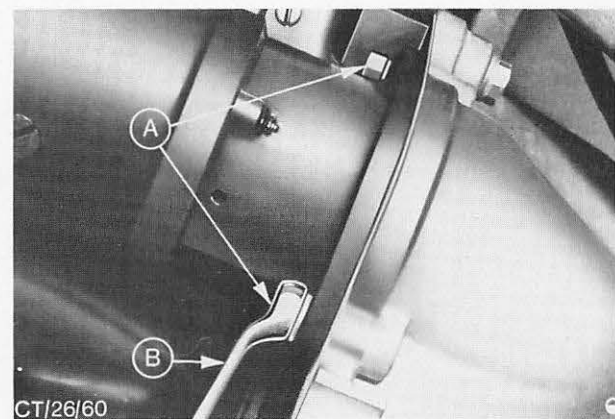

Abb. 15 Ausbau des Anlassers bei V-Motor-Fahrzeugen
4. Anlasser einsetzen und befestigen (je nach Ausführung zwei oder drei Schrauben), Abb. 15.